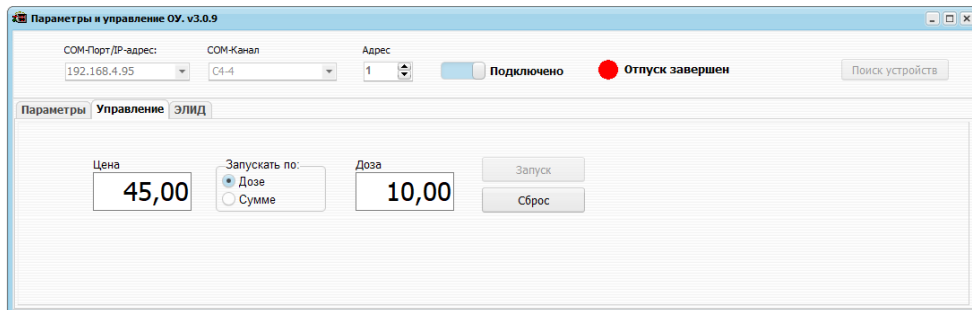

Рис. 4. Вкладка «Управление»
6.4.1 Средствами системы управления отпустить калибровочную дозу на мерник и запомнить реально отпущенную дозу в миллилитрах. При наличии программы «ПНГ-500-ПРО» дозу можно отпускать через неё (вкладка «Управление», см. Рис. 4).